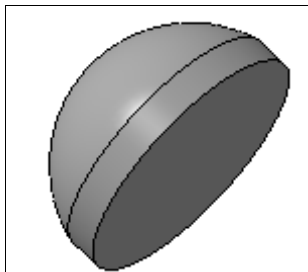

Рис. 24.12. Модель Кнопка 1
- ◆ укажите ЛК внутреннюю часть поверхности и нажмите кнопку **Создать объект**. Система построит деталь внутри поверхности. Если вы ее скроете, то увидите модель кнопки (рис. 24.12). Сохраните модель под именем *Кнопка 1*.